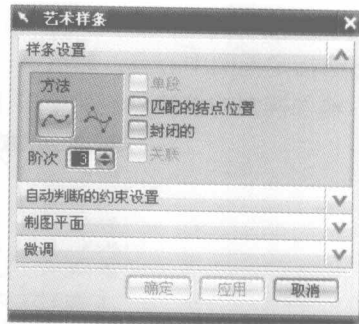

图 1-26 【艺术样条】对话框
STEP 2 单击【草图工具】工具条上的按钮，系统弹出【艺术样条】对话框，如图 1-26 所示。选择艺术样条的创建方法：【通过点】或【根据极点】。在此例中，选择【通过点】，其他参数使用默认值。